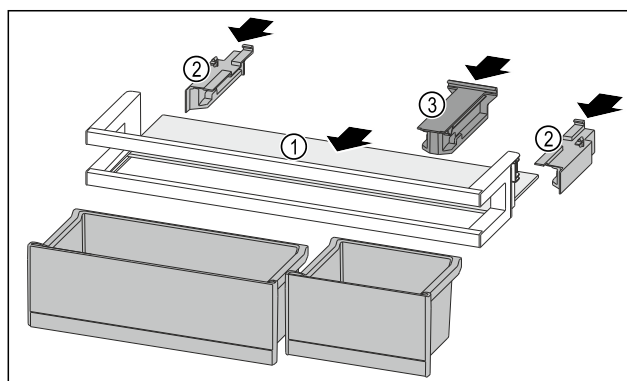

Fig. 95
- Вкарайте рафта Fig. 95 (1) в страничните прорези.
- Поставете страничните части Fig. 95 (2).
- Поставете задържащата част Fig. 95 (3).